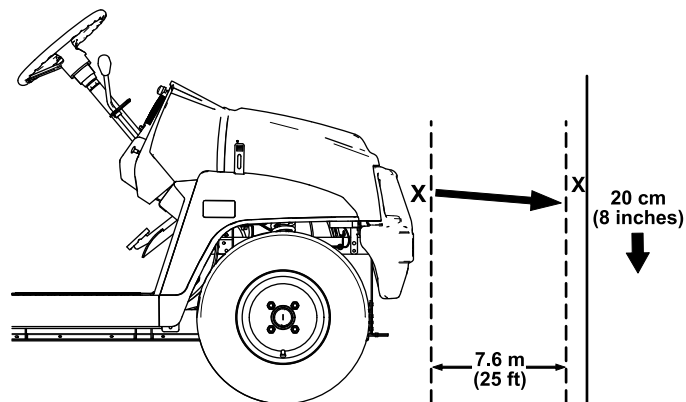

Figure 50
- Garez la machine sur une surface plane et horizontale, avec les phares à environ 7,6 m de distance d'un mur (Figure 50).
La partie la plus brillante du faisceau doit se trouver 20 cm en dessous du repère que vous avez tracé sur le mur (Figure 50).